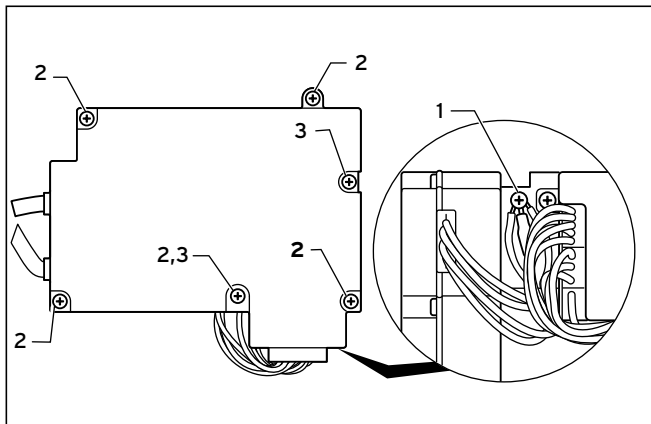

Fig. 7.9 Vista laterale della cassetta dei collegamenti
- Aprire la cassetta dei collegamenti allentando le viti come illustrato (vedere fig. 7.9).
- Sincerarsi inoltre di eseguire correttamente il collegamento a massa (vedere fig. 7.6 e fig. 7.9).